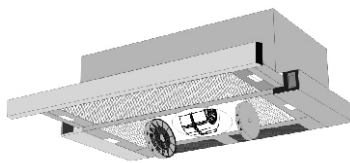

рис. 7
- установите два угольных фильтра (см. табл.1 и рис. 7), предварительно удалив с них упаковочную пленку;
Угольные фильтры устанавливаются на защитные решетки корпуса вентилятора, путем легкого нажатия и поворота (рис. 7). Фильтрация воздуха осуществляется с помощью двух угольных фильтров, затем очищенный воздух возвращается в помещение. Очищенный воздух поступает в помещение через переходник или воздуховод.